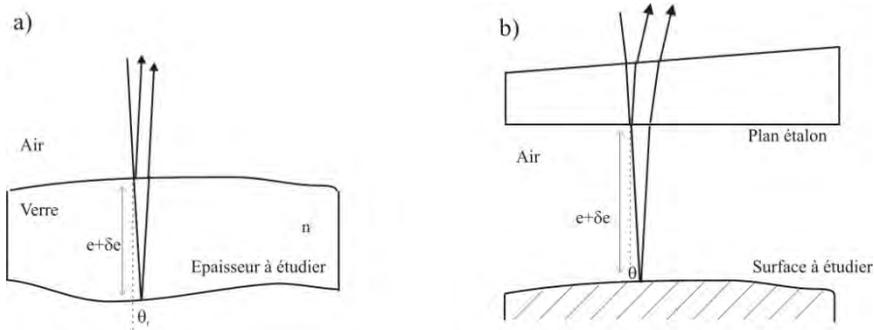

Fig.1 : Principe de mesure des défauts d'épaisseur (a) et de surface à l'aide d'un plan étalon (b).
Par exemple, une onde plane réfléchiée par les deux faces d'une lame à faces quasi-parallèles donne deux fronts d'onde quasi-parallèles (fig. 1.a). Le déphasage,  $\varphi(x,y)$ , entre ces deux ondes varie localement en fonction de la variation d'épaisseur de la lame. On observe une figure de franges d'interférence (appelée couramment interférogramme) qui permet de mesurer le défaut d'épaisseur de la lame.
Il en est de même pour les ondes planes réfléchies par un plan étalon et une surface optique à contrôler (fig.1.b). L'interférogramme permettra dans ce cas de mesurer les défauts de planéité de la surface à étudier.
**P1 :** Donnez l'expression de la différence de marche,  $\Delta$ , entre les rayons réfléchis par chacune des faces en fonction de  $n$ , l'indice du verre,  $e$ , l'épaisseur,  $\delta e$ , le défaut d'épaisseur et de  $r$ , l'angle de réfraction par le dioptre air-verre (Fig. 1.a).